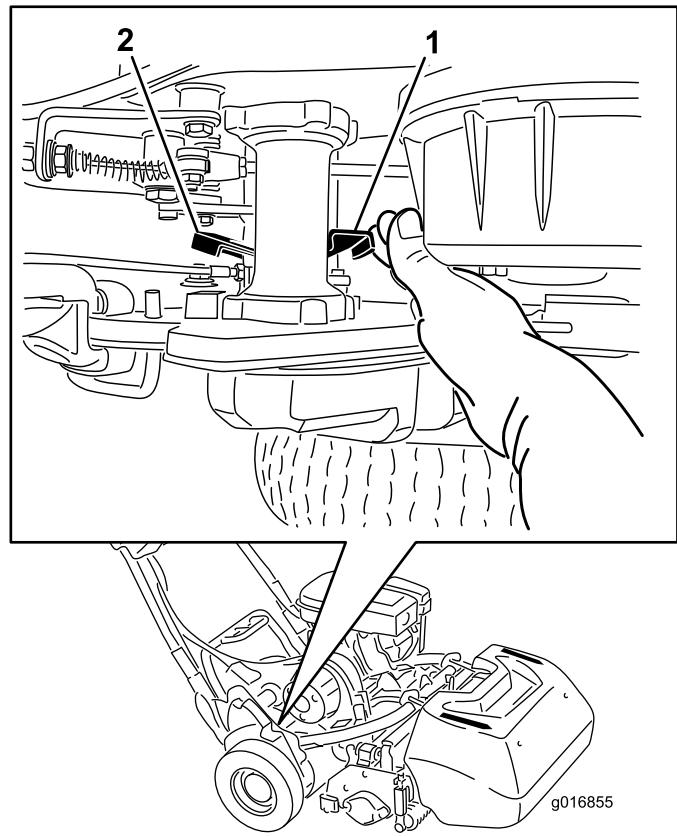

Bild 29
1. Rechts hinten an der Maschine neben der Antriebsgehäusetrommel befindet sich der Hebel zum Ein-/Auskuppeln des Fahrantriebs (Bild 29).